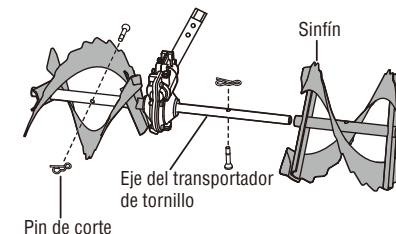

Fig.17B
3. Retire el pasador de seguridad izquierdo y derecho y separe los sinfines del eje del sinfín (Fig.17B).